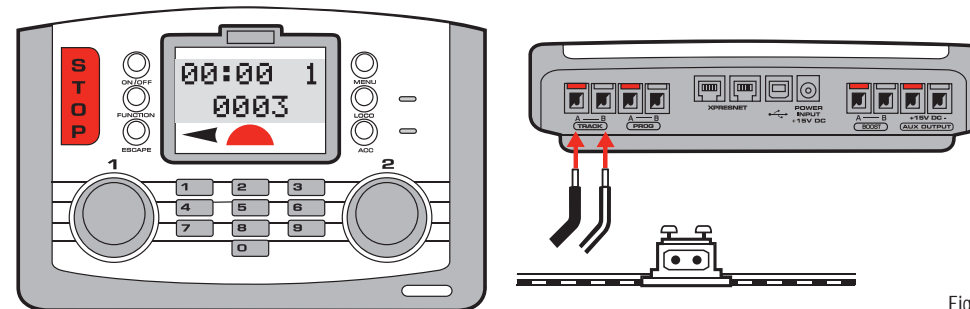

Fig 1
1. Inserire i terminali nella parte posteriore della centralina **Elite**, dove compare la dicitura "**TRACK**" ("**BINARIO**"). Vedere fig. 1